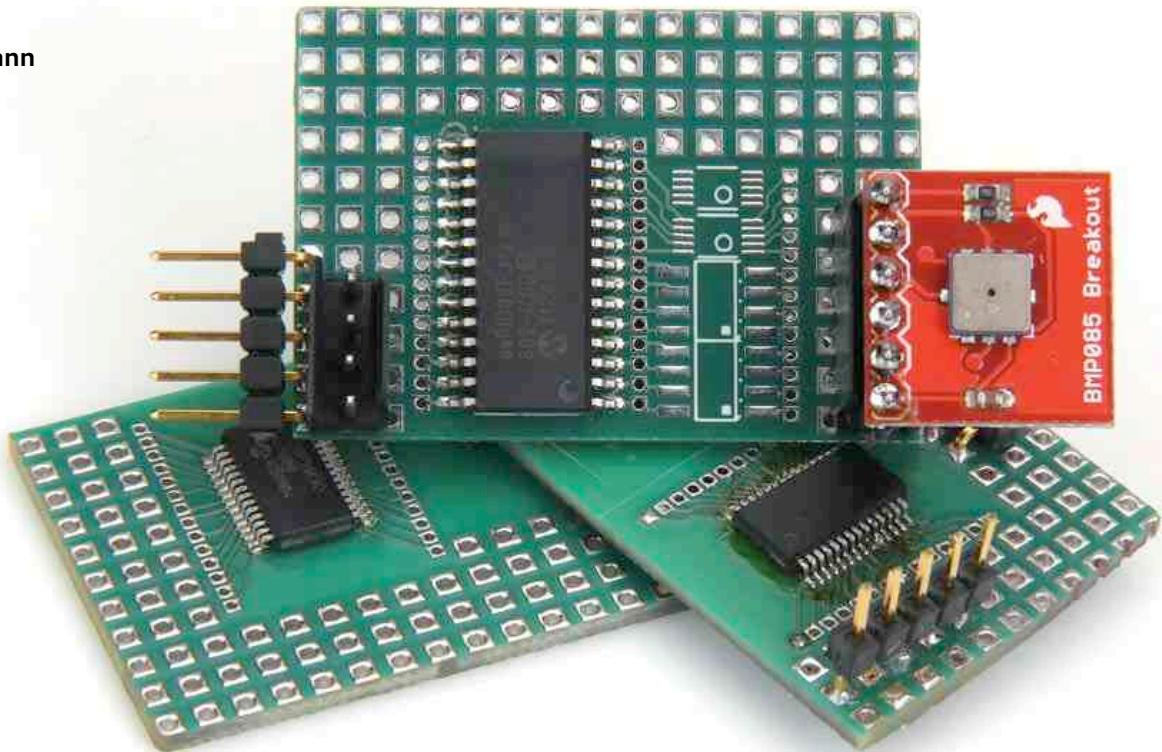

Bild 9.
**Utilities/Load Firmware** (Menü von AU2011) die Firmware in den Mikrocontroller geladen werden. Starten Sie nun das LCR-Meter neu und führen Sie die halbautomatische Einstellung der Offsets durch. Der Ablauf dieser Prozedur ist im Dokument *Getting Started* unter [3] beschrieben. Klicken Sie im PC-Programm AU2011 auf *Start*, um die erste Messung durchzuführen. Wenn Sie jetzt das Symbol der offenen Messklemmen sehen (Bild 9), dann haben wir Anlass, Ihnen zu gratulieren: Sie haben das LCR-Meter 2013 erfolgreich aufgebaut!